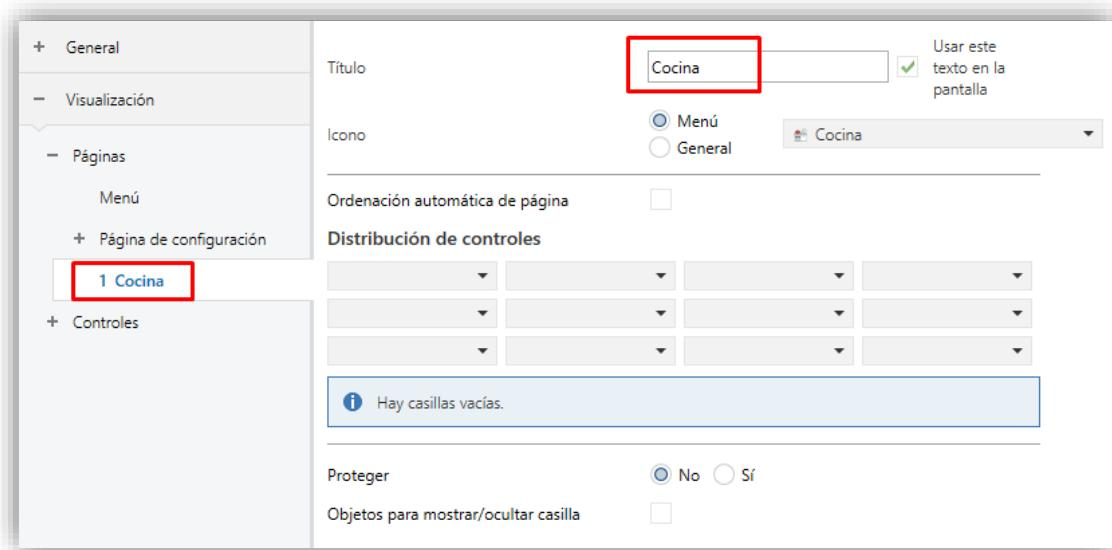

Figura 58. Configuración Página n.
- **Título:** campo de texto que identifica cada una de las páginas habilitadas. Además, este campo permitirá cambiar el nombre de la pestaña en el menú de la izquierda de ETS, tal y como se muestra en la Figura 58.